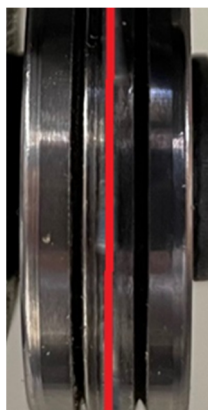
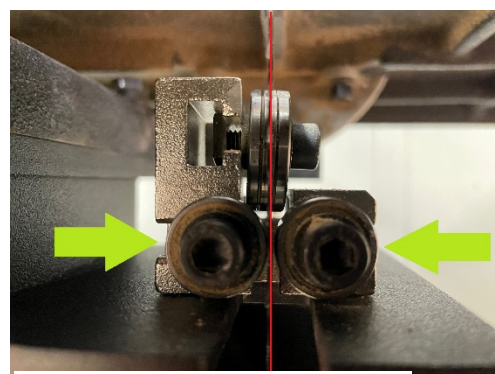

Figure 38
Figure 39
- Centrer le roulement de sorte que la lame soit en appui contre l'espace entre les deux rainures de chantournage, (Fig 38) puis régler les roulements latéraux (Fig 39)